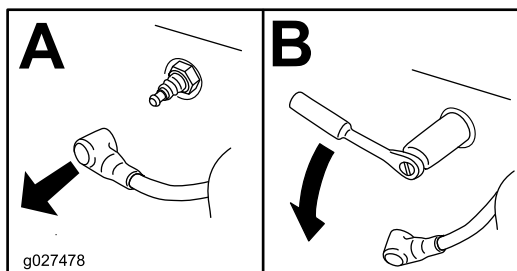

Figura 43
4. Retire la bujía (Figura 43).